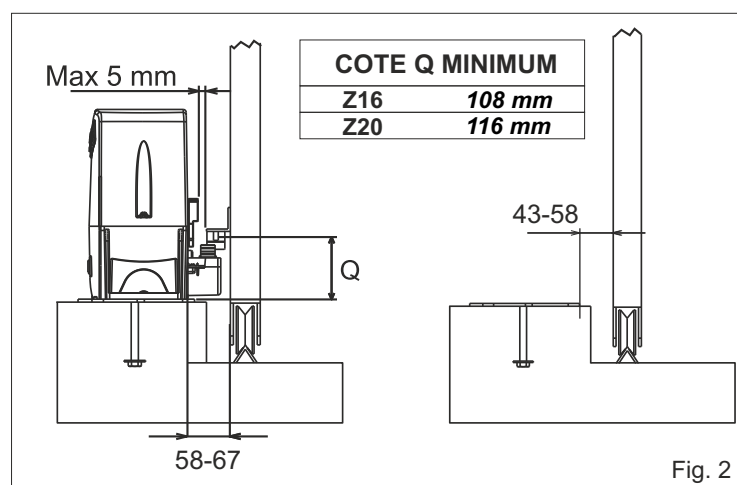
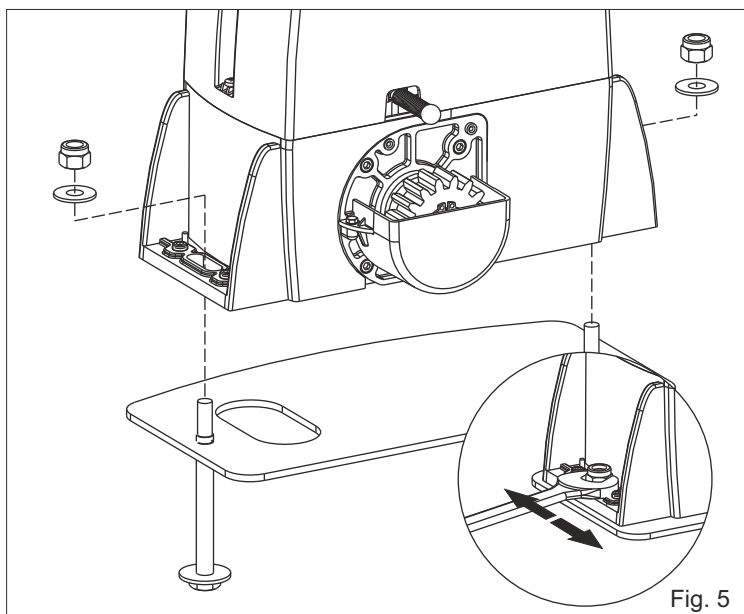

Fig. 2
Fig. 5
2.3. Avant de cimenter la plaque d'ancrage s'assurer qu'elle est parfaitement horizontale et que le cote de 58/67 mm indiqué dans Fig. 2 est respecté.
4.2. Fixer le motoréducteur à la plaque de fondation avec les 2 écrous en réglant la position latérale (Fig.5) pour le respect des cotes cités dans Fig.2.